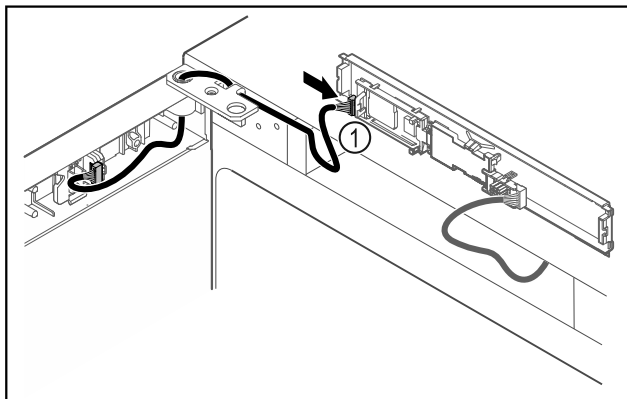

Fig. 48
- Встановити штекер Fig. 48 (1) на плиті.